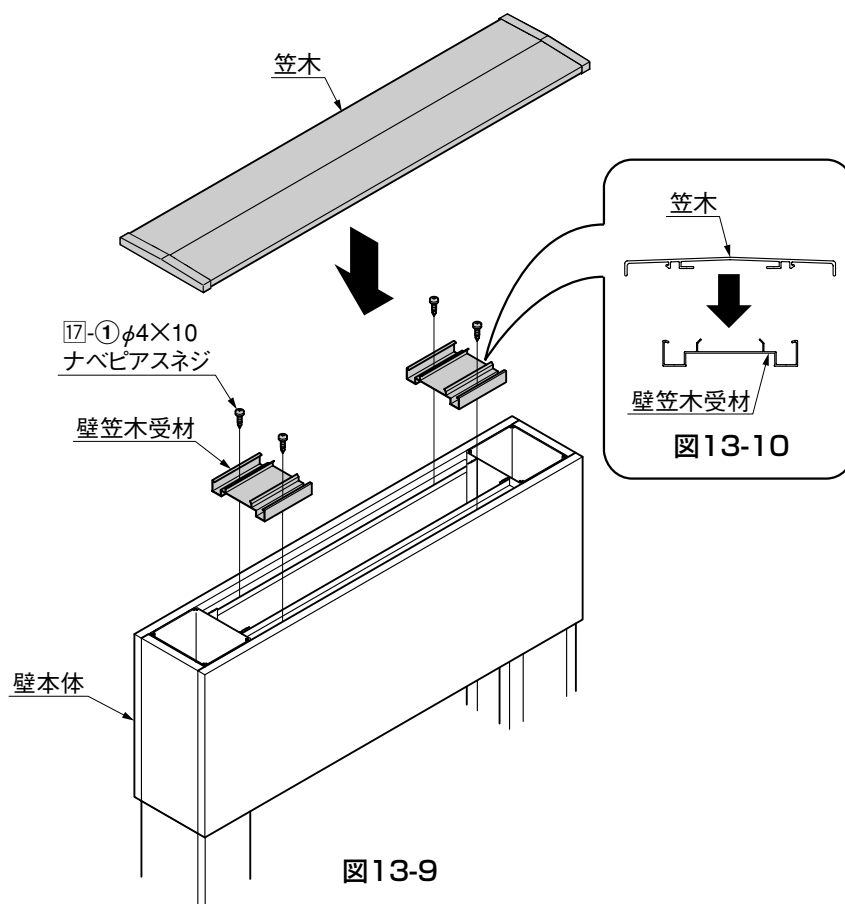

図13-9
- ❸ 壁笠木受け材を壁本体に⑬-①で取付けてください。（図13-9）